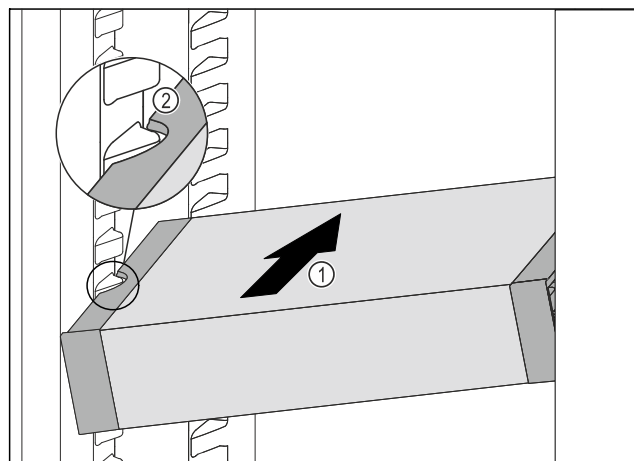

Fig. 127
- Zasuňte VarioSafe do chladničky pod úhlem tak Fig. 127 (1), aby vybrání na bocích Fig. 127 (2) VarioSafe byla na úrovni žebrování na nádoby v chladničce.